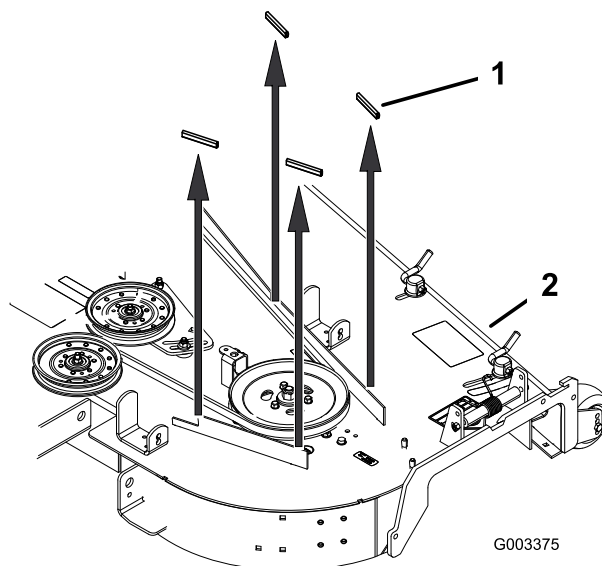

Figure 4
5. **Pour les tabliers de coupe de 183 cm (72 po) uniquement** – retirez les 4 butées en caoutchouc du tablier de coupe (Figure 4).